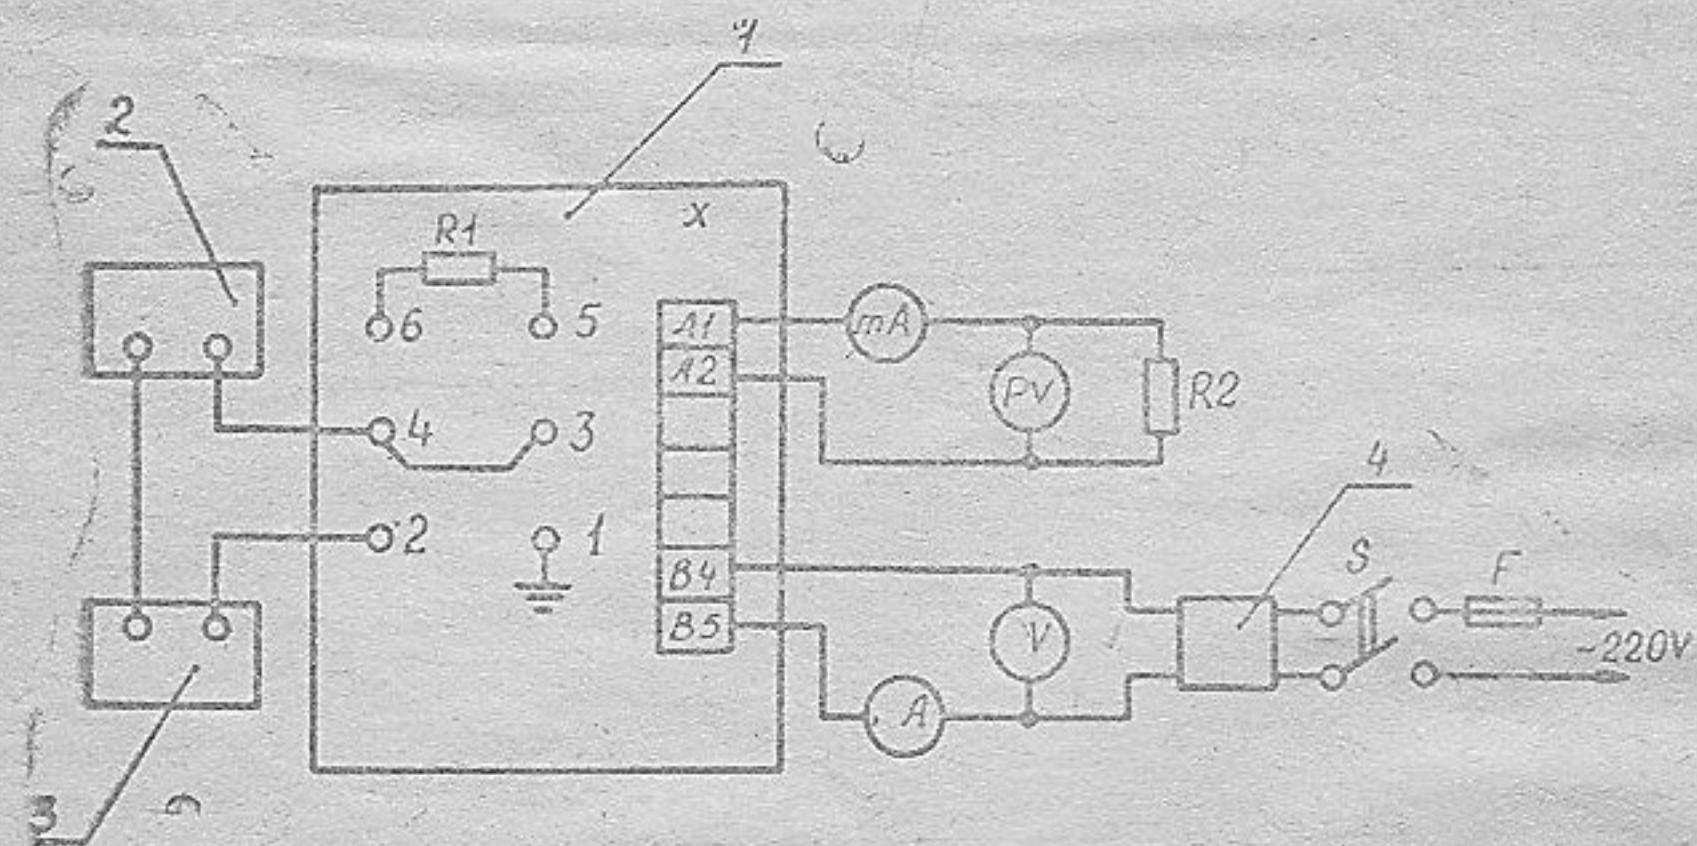

Рис. 4. Схема электрическая подключений для проверки милливольтметра.
9.1. Миливольтметр включить по схеме проверки (рис.4).